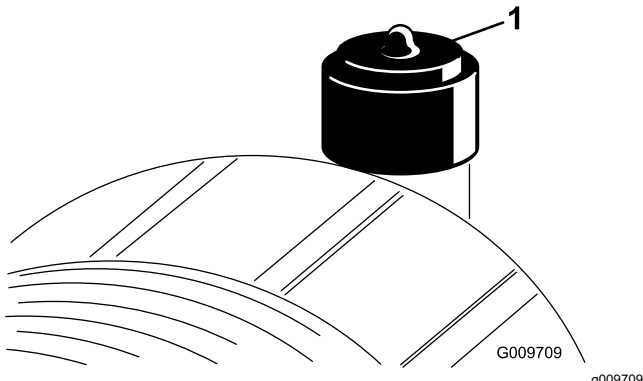

Figura 82
Revise el filtro del limpiador de aire únicamente cuando el indicador de mantenimiento (Figura 82) lo requiera. Cambiar el filtro antes de que sea necesario aumenta la posibilidad de que entre suciedad en el motor al retirar el filtro.
2. Reinicie el indicador (Figura 82) si se ve rojo.